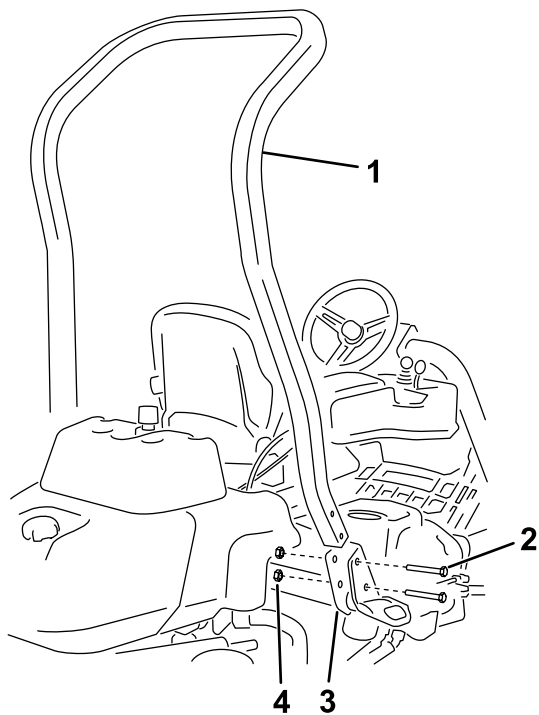

图3
3. 如 图3 所示用 4 个螺栓 $\frac{1}{2} \times 3\frac{3}{4}$ 英寸和 4 个凸缘螺母 $\frac{1}{2}$ 英寸将翻车保护杆安装到机器两侧的 ROPS 支架上。